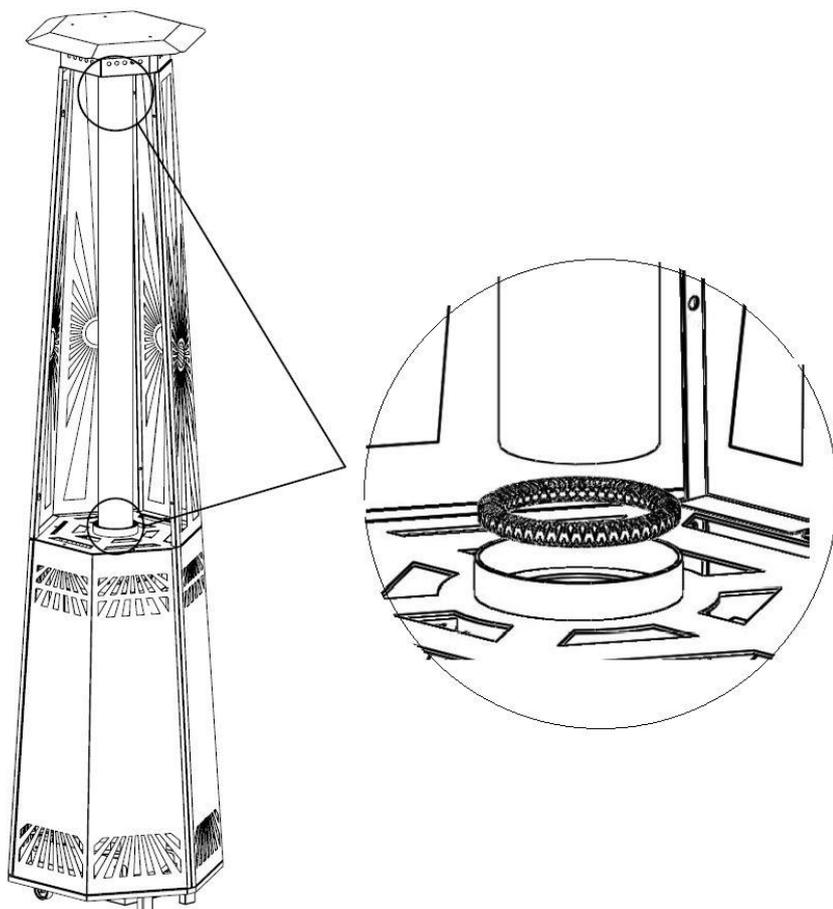

Fig. 9
9. Fixer le tube quartz – en verre (RK).
▲ **ATTENTION !!!** Avec prudence !!! Le tube est en verre et peut se briser. Il faut installer les joints (U) dans la partie supérieure et inférieure du tube comme sur la figure 9.